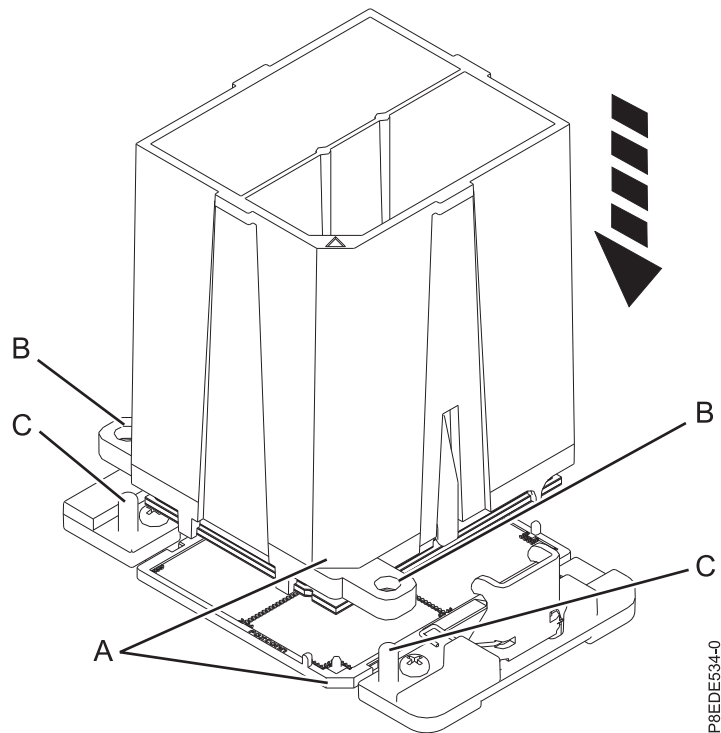

図 77. システム・プロセッサ・モジュールの取り付け
- b. ツールとシステム・プロセッサ・モジュールを下げて、ソケットに乗せます。ツールの斜めになっている角 **(A)** を、ソケットの斜めになっている角と位置合わせします。2 つのガイド・ピン **(C)** をツールの両側にある位置合わせ穴 **(B)** に差し込みます。傾けないように注意して、ツールを水平に下ろします。 72 ページの図 77 を参照してください。